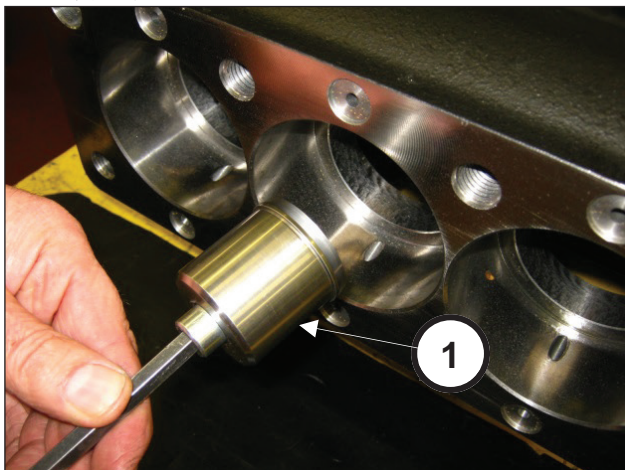
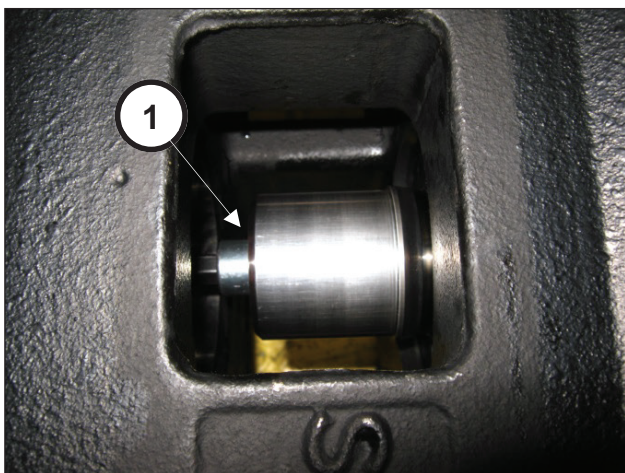

图 34
图 35
插入工具 (①, 图 34) 并将其拧紧到阀杆上, 直至拧到底 (①, 图 35)。